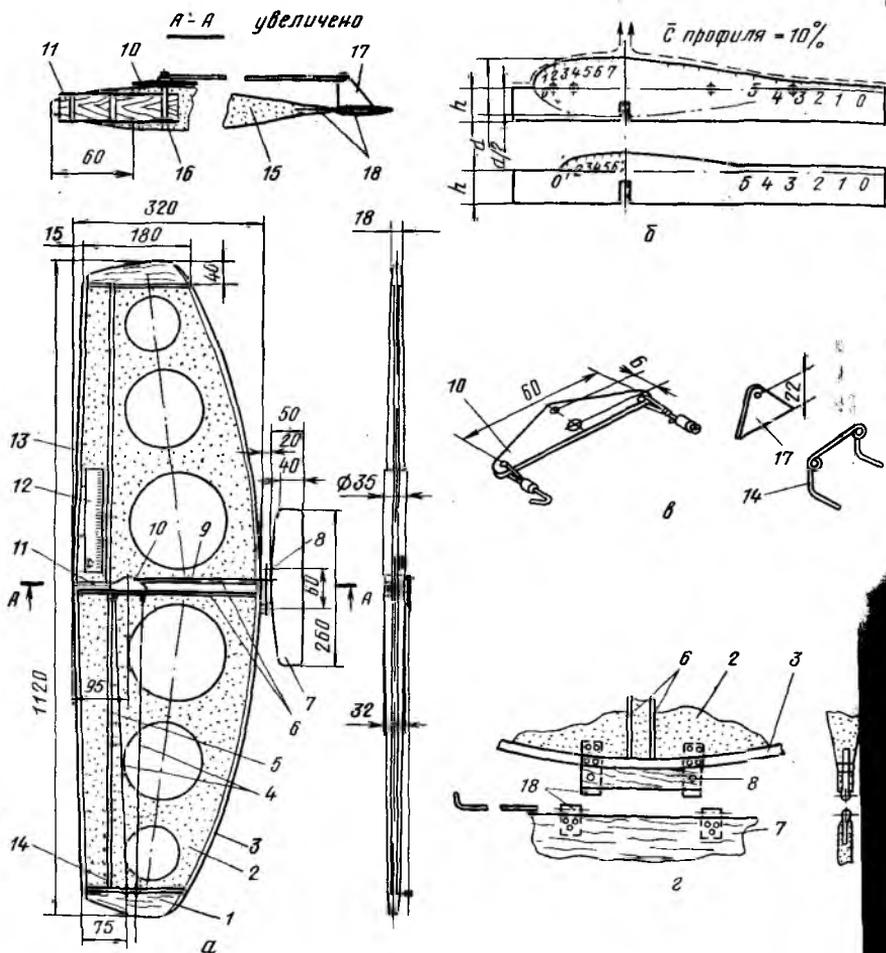

Рис. 41. Модель воздушного боя из пенопласта:
**Модель конструкции авиа-моделистов из г. Барановичи** (рис. 41). Интересную модель из пенопласта разработали белорусские строители малой авиации. Облегчение крыла за счет сквозных отверстий позволило создать достаточно технологичную и легкую «бойцовку».